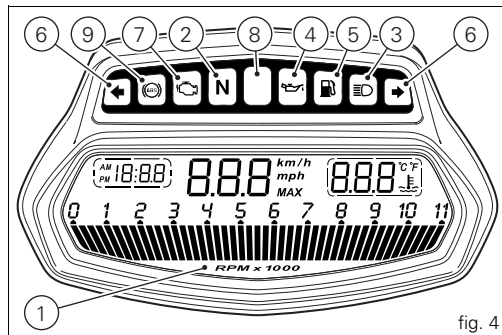

fig. 4
- 8) Testigo limitador "Over rev"/ testigo control de tracción "DTC" (ROJO) (fig. 4):
- 9) TESTIGOS ABS  (AMARILLO ÁMBAR) (fig. 4). Se enciende para indicar que el ABS está desactivado o no funciona.
en caso de un "error" del sensor se visualiza la línea de puntos (" - - - ") parpadeante y contemporáneamente se enciende el testigo "Diagnosis Motor/Vehículo - EOBD" (7, fig. 4).